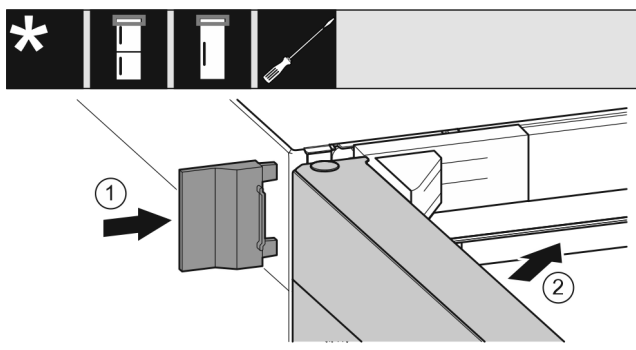

Fig. 21
- ▶ Lükake välimine kate peale. Fig. 21 (1)
- ▶ Sulgege ülemine uks. Fig. 21 (2)